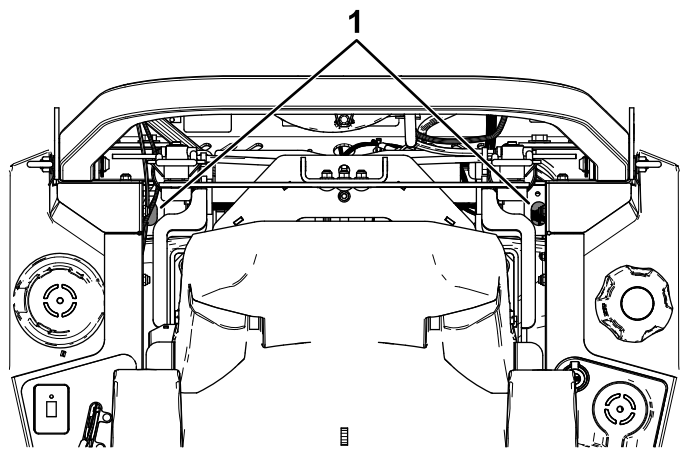

Рисунок 66
4. Вставьте удлинитель с головкой на 7/16 дюйма через отверстия в верхней части машины рядом с креплениями защитной дуги и наденьте головку на вентиляционную пробку (Рисунок 66).